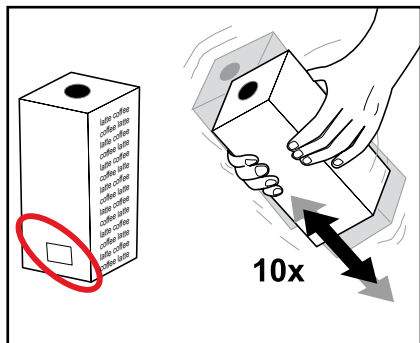

图 18
请阅读产品袋上的说明。请不要使用损坏的产品袋。如产品保质期已过, 请不要使用该产品袋。(图 18)
3. 请摇动产品袋至少十次。(图 18)